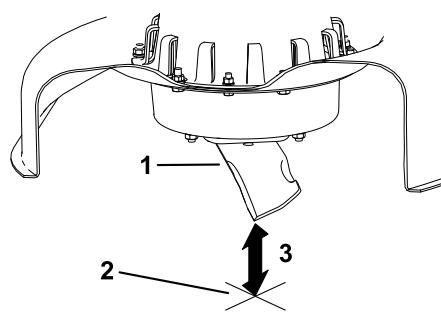

Bild 32
5. Messen Sie von der Messerspitze bis zu ebenen Fläche (Bild 32).